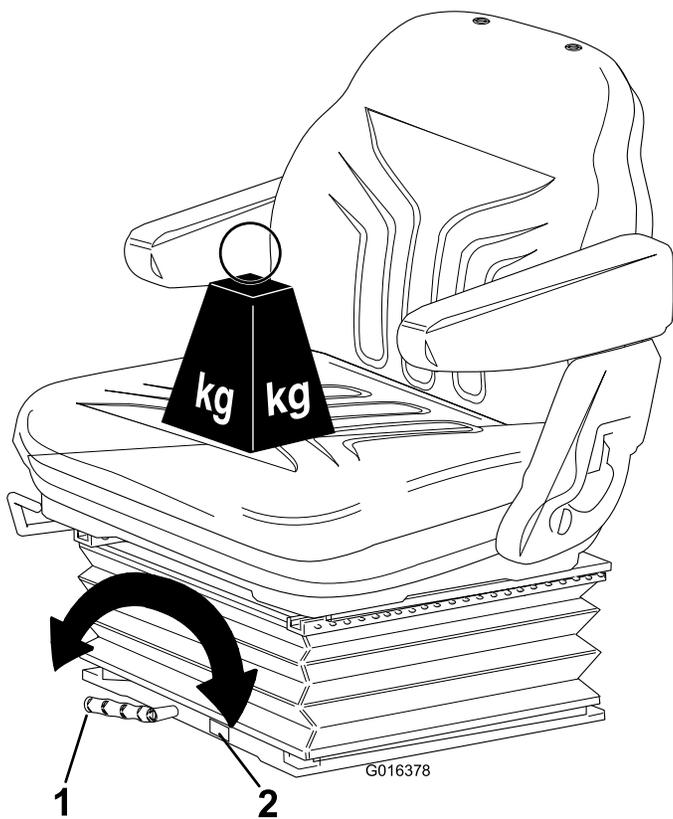

Bild 8
- **Anpassung an das Bedienergewicht:** Drehen Sie den Griff nach rechts, um die Festigkeit der Federung zu erhöhen und nach links, um sie zu verringern. Die Skala zeigt an, wenn die optimale Federungsanpassung auf das Bedienergewicht () erreicht ist (Bild 8).